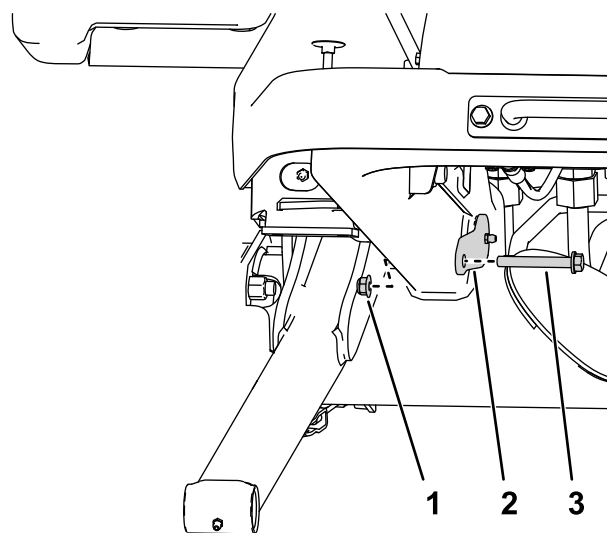

图 11
3. 如图 11 所示用一对螺母和螺栓将大销钉固定到提升臂。